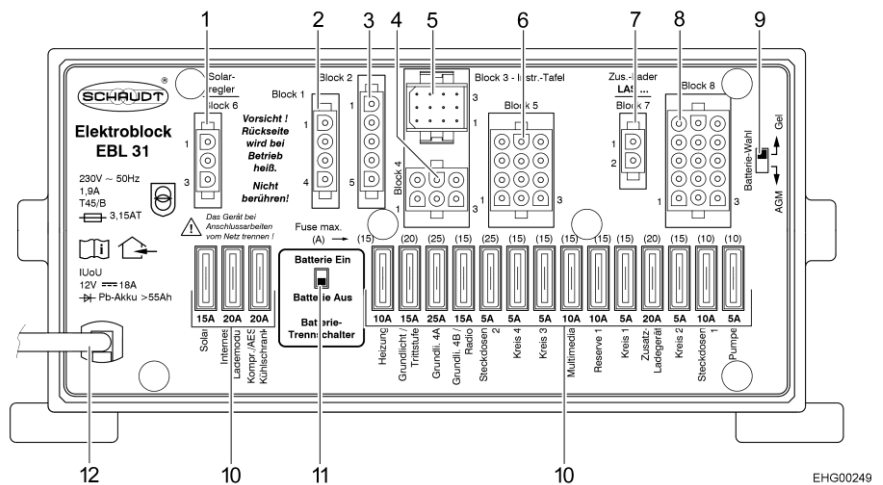

Bild 64 Elektroblock (EBL 31)
- ▷ Um **alle** elektrischen 12-V-Verbraucher von der Spannungsversorgung zu trennen und eine Entladung der Wohnraumbatterie zu vermeiden, Batterie-Trennschalter (**Bild 64,11**) am Elektroblock auf "Batterie Aus" stellen.
- ▷ Verbraucher wie Ladegerät, Solar-Laderegler, Panel oder Ähnliches entnehmen Strom von der Batterie, auch wenn der 12-V-Hauptschalter am Panel (Bild 65,6) ausgeschaltet ist. Deshalb den Batterie-Trennschalter (Bild 64,11) am Elektroblock auf "Batterie Aus" stellen, wenn das Fahrzeug längere Zeit nicht benutzt wird.